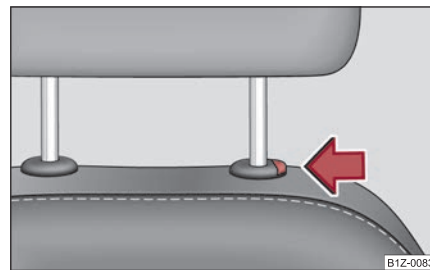

Fig. 80 Sacar reposacabezas
- Si desea desplazar el reposacabezas hacia abajo, pulse y mantenga la tecla de seguro en esa posición con una mano ⇒ página 81, fig. 80 y presione con la otra mano el reposacabezas hacia abajo.
- Pulse la tecla del seguro en sentido de la flecha ⇒ página 81, fig. 80 y extraiga el reposacabezas.